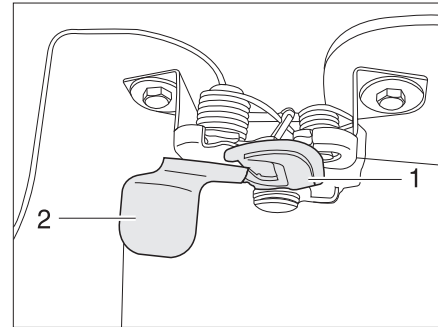

Fig. 24 Bouton de déverrouillage extérieur du capot moteur
- Passer une main sous le capot moteur et actionner le crochet de sécurité (Fig. 24,1). Passer pour cela la main derrière la plaque (Fig. 24,2) et la tirer vers l'avant.